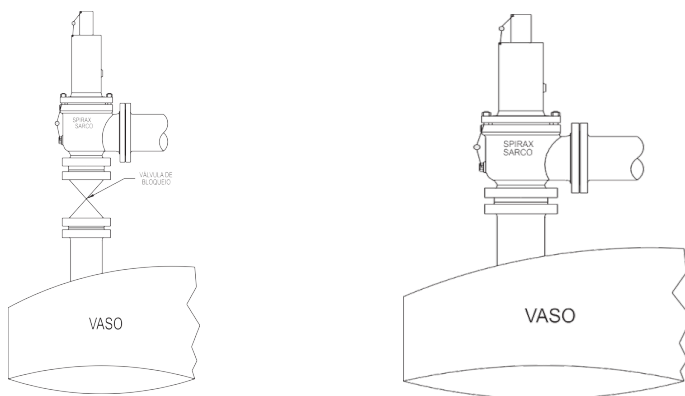

Figura 2
- As Válvulas de Segurança e Alívio devem ser instaladas na posição vertical em pé (+/- 1º), diretamente sobre o equipamento protegido, em uma tubulação de diâmetro nominal igual ou maior que diâmetro de entrada das válvulas, e de comprimento não superior as dimensões de face a face de um tê-padrão da classe de pressão aplicável. Deve-se evitar cantos vivos nos trechos desta tubulação (Figura 2).